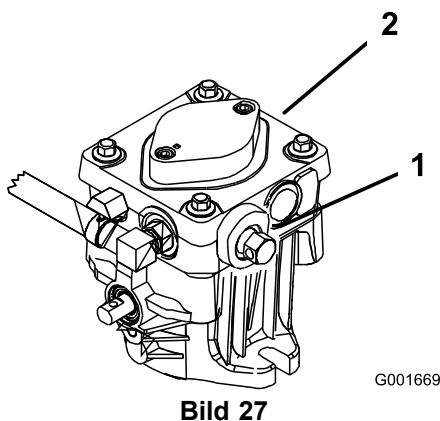

Bild 27
2. Drehen Sie die Sicherheitsventile um eine Umdrehung nach links, um die Maschine zu schieben. So kann Hydrauliköl an der Pumpe vorbei direkt zu den Rädern fließen, die sich daraufhin drehen können (Bild 27).
Drehen Sie zum Einsatz der Maschine die Sicherheitsventile eine ganze Umdrehung nach rechts (Bild 27).